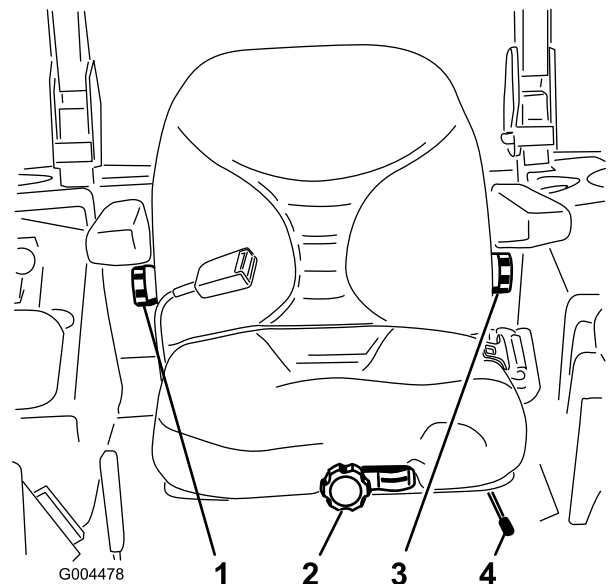

Рисунок 14
1. Для регулировки передвиньте рычаг вбок, чтобы разблокировать сиденье (Рисунок 14).
Не занимая сиденье, поворачивайте головку регулировки положения сиденья в любом направлении для достижения максимального комфорта (Рисунок 14).
Для регулировки поворачивайте головку регулировки под правым подлокотником в любом направлении для достижения максимального комфорта (Рисунок 14).
Для регулировки поворачивайте головку регулировки под левым подлокотником в любом направлении для достижения максимального комфорта (Рисунок 14).